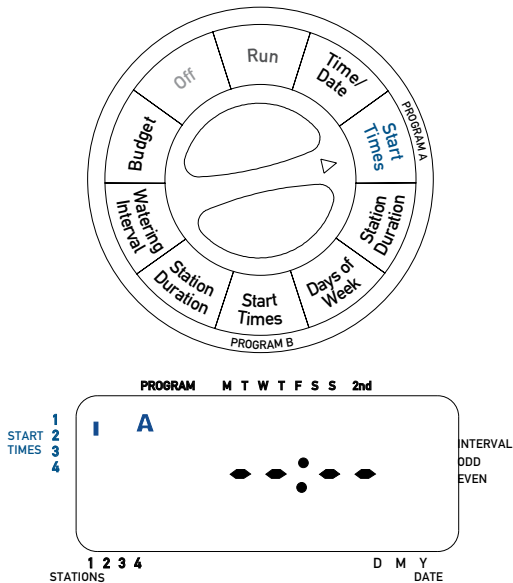

Abbildung 3: LCD-Anzeige mit Startzeit
- Den Drehschalter auf die Stellung **ZYKLUSSTARTZEITEN** in „**Programm A**“ einstellen. In der Anzeige erscheint ein „A“, und ein Cursor blinkt bei „Zyklusstartzeit 1“ (auf der linken Seite der LCD-Anzeige). Ist dies nicht der Fall, die **WEITER**-Taste drücken, bis der Cursor bei „Zyklusstartzeit 1“ steht. [Siehe Abbildung 3]